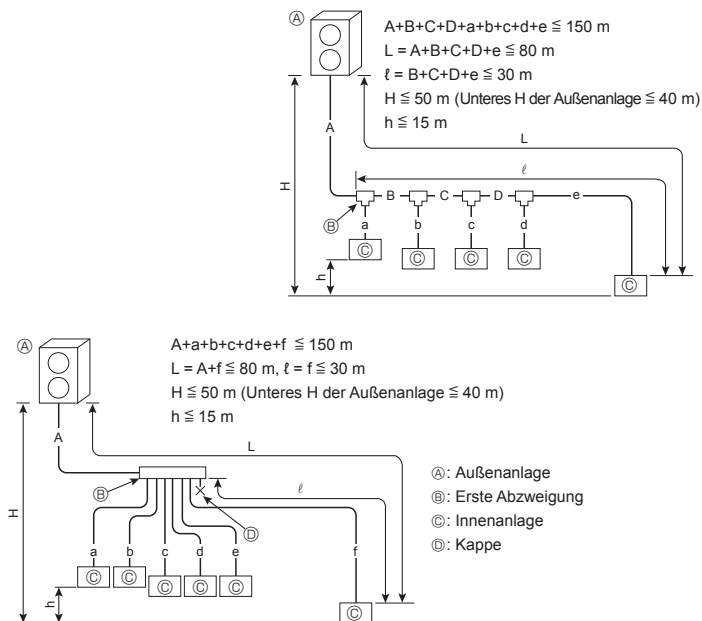

Fig. 4-1
4.1.1. Verbindung ohne Abzweigkasten (Fig. 4-1)